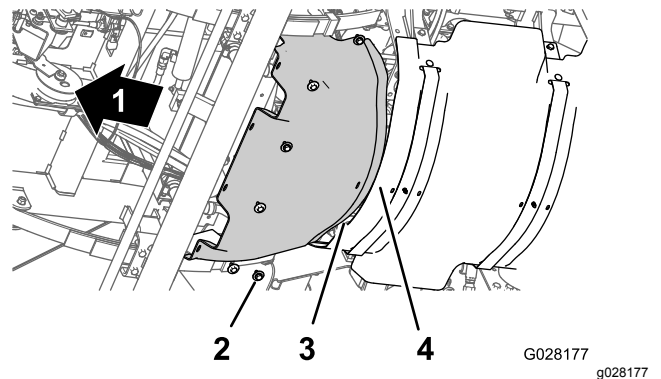

Figura 58
1. Allineate la flangia posteriore dello schermo termico anteriore sopra alla flangia anteriore dello schermo termico posteriore (Figura 58).
2. Allineate i fori sullo schermo termico anteriore con i fori filettati nello chassis (Figura 58).
3. Montate lo schermo termico anteriore alla macchina con i 6 bulloni a testa esagonale e le 6 rondelle (Figura 58) rimossi al passaggio 3 della sezione Rimozione dello schermo termico anteriore \(pagina 53\).